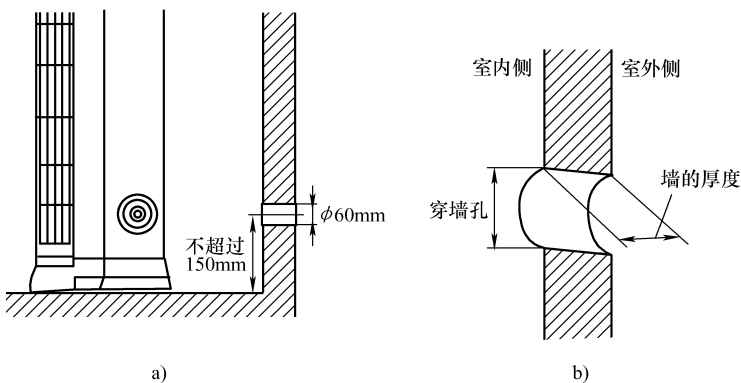

图 5-5 墙壁钻孔
(5) 墙壁钻孔。墙壁钻孔如图 5-5 所示，在安装空调器之前，请首先确认墙壁上的预留安装孔的尺寸和位置如图 5-5a 所示，如果没有预留孔请向墙壁外侧钻出直径